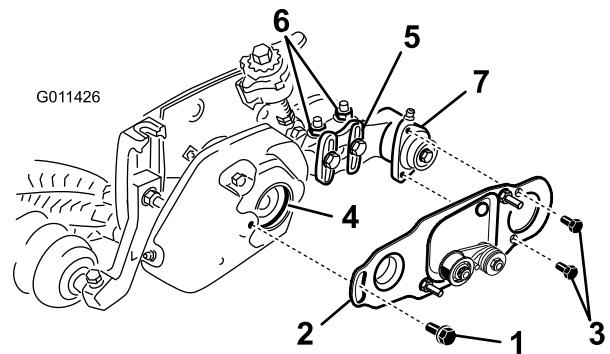

Figura 30
37. Afloje los pernos que sujetan el alojamiento del cojinete del cepillo del rodillo al soporte de montaje del cepillo del rodillo (Figura 30).
38. Instale la placa de pivote del cepillo del rodillo (Figura 30). Al introducir el saliente de la placa de pivote por el anillo de goma de la cubierta del acondicionador, asegúrese de que el anillo de goma queda correctamente asentado en la cubierta.
39. Aplique Loctite 242 (azul) a los 2 tornillos de caperuza de 5/16" x 5/8" y utilícelos para montar la placa del cepillo en el alojamiento del cojinete del cepillo del rodillo (Figura 30). Apriete los tornillos de caperuza a 22–26 N m.
- Afloje las 2 contratueras con arandela prensada que sujetan el soporte de montaje del cepillo del rodillo a la chapa lateral de la unidad de corte (Figura 30).
- Gire el alojamiento del cojinete del cepillo del rodillo hasta que quede paralelo a la chapa lateral de la unidad de corte (Figura 30).
41. Aplique Loctite 242 (azul) al perno de cuello largo (Figura 30). Monte la placa del cepillo en la cubierta del acondicionador con el perno de cuello largo. (Fig. 29). Apriete el perno a 22–26 N m.